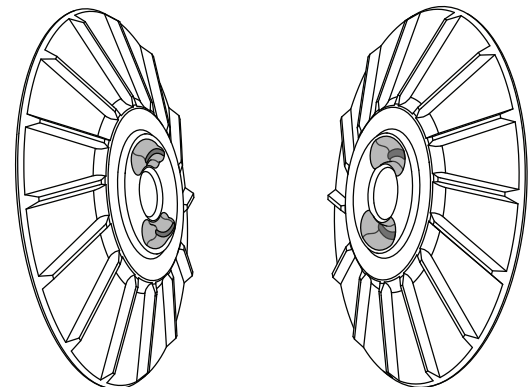

Figure 10
5. Faire glisser sur la moitié non filetée de la nouvelle poulie à courroie en V, puis faire glisser sur la moitié filetée et serrer en tournant dans le sens contraire des aiguilles d'une montre. Avant les dernières rotations du côté fileté, ajuster la moitié non filetée pour que les rainures acceptent les chocs de la moitié filetée et adhèrent complètement. (Fig. 10) Serrer solidement.